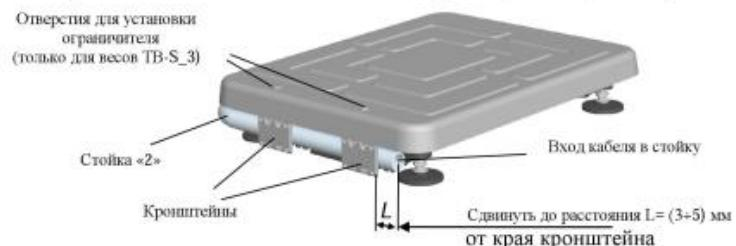

Рис. 5.1 - Крепление круглой вращающейся стойки к модулю TB-S
- Сдвинуть стойку S2 на расстояние  $L = 3+5$  мм от края стойки, до края кронштейна, Рис. 5.1.